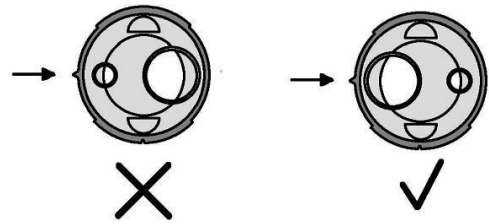

Ilustración 2
2. Asegúrese de que la protuberancia triangular del tapón de la punta del aplicador esté colocada directamente sobre el puerto más grande (fig. 2). De lo contrario, sostenga el vástago de la punta del aplicador y gire la tuerca para que la protuberancia quede sobre el puerto más grande. Una posición incorrecta de la proyección con respecto al puerto grande impedirá que la punta del aplicador se conecte a la jeringa.